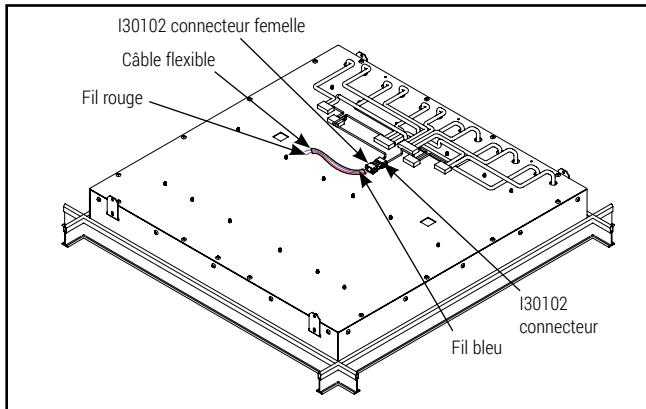

Figure 4.
7. Raccordez les connecteurs mâle et femelle à débranchement rapide aux fils bleu et rouge passant dans le câble flexible (figure 4).